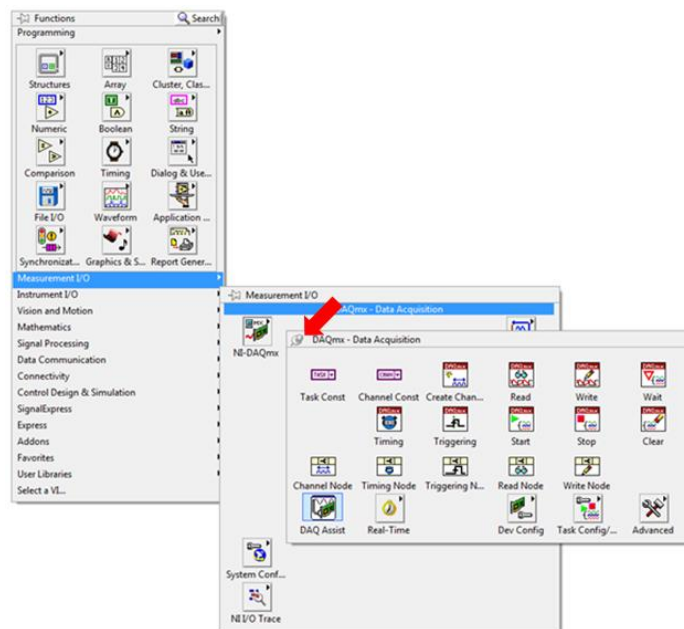

Figura 24. A paleta DAQmx inclui todos os VIs necessários para comunicação com seu chassi CompactDAQ.
9. Clique na tachinha para deixar essa paleta visível (seta vermelha na figura 24).